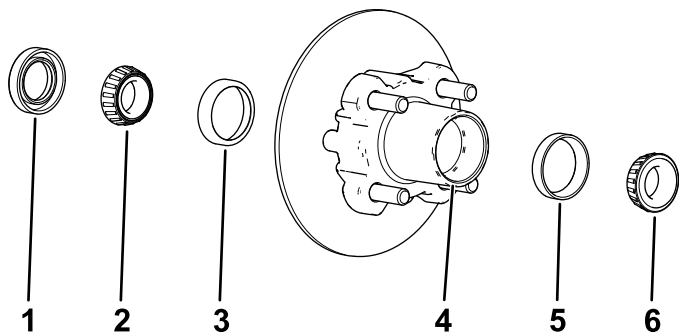

Figure 37
1. Déposez le roulement extérieur et la bague de roulement du moyeu (Figure 37).
2. Déposez le joint et le roulement intérieur du moyeu (Figure 37).
5. Éliminez la graisse, la saleté et les débris à l'intérieur de la cavité du moyeu (Figure 37).
7. Remplissez 50 à 80 % de la cavité du moyeu avec la graisse spécifiée (Figure 37).
8. Montez le roulement intérieur sur la bague, sur le côté intérieur du moyeu, puis posez le joint (Figure 37).